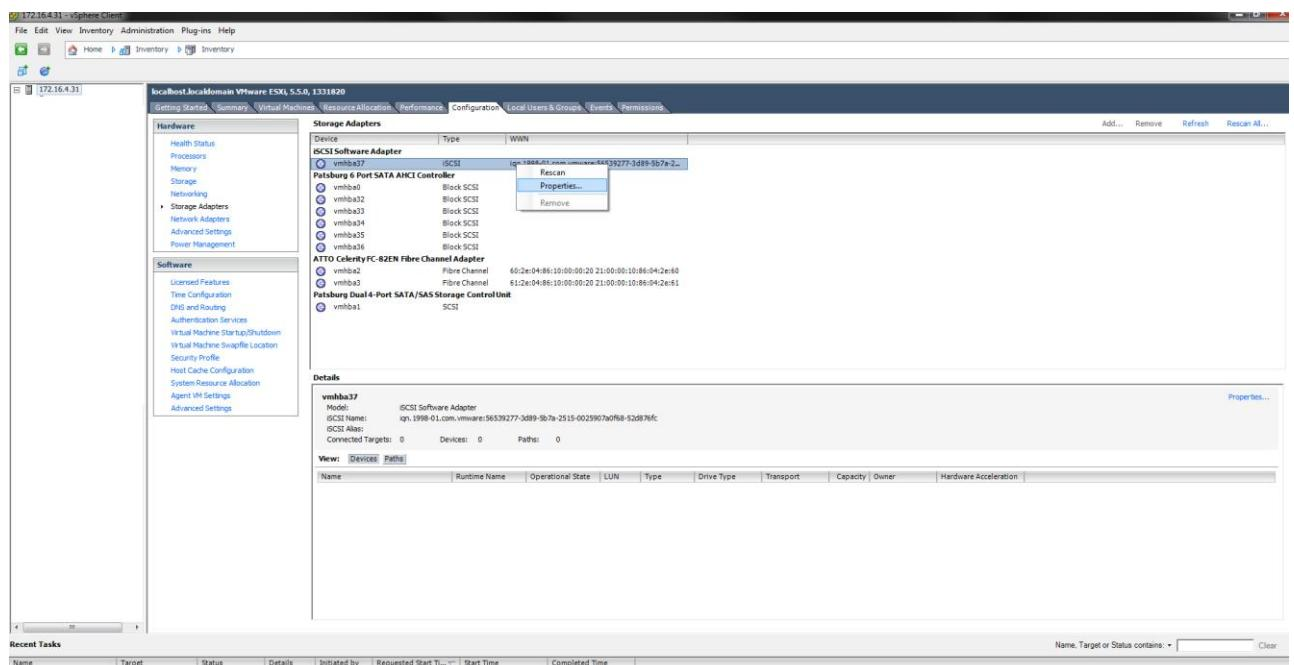
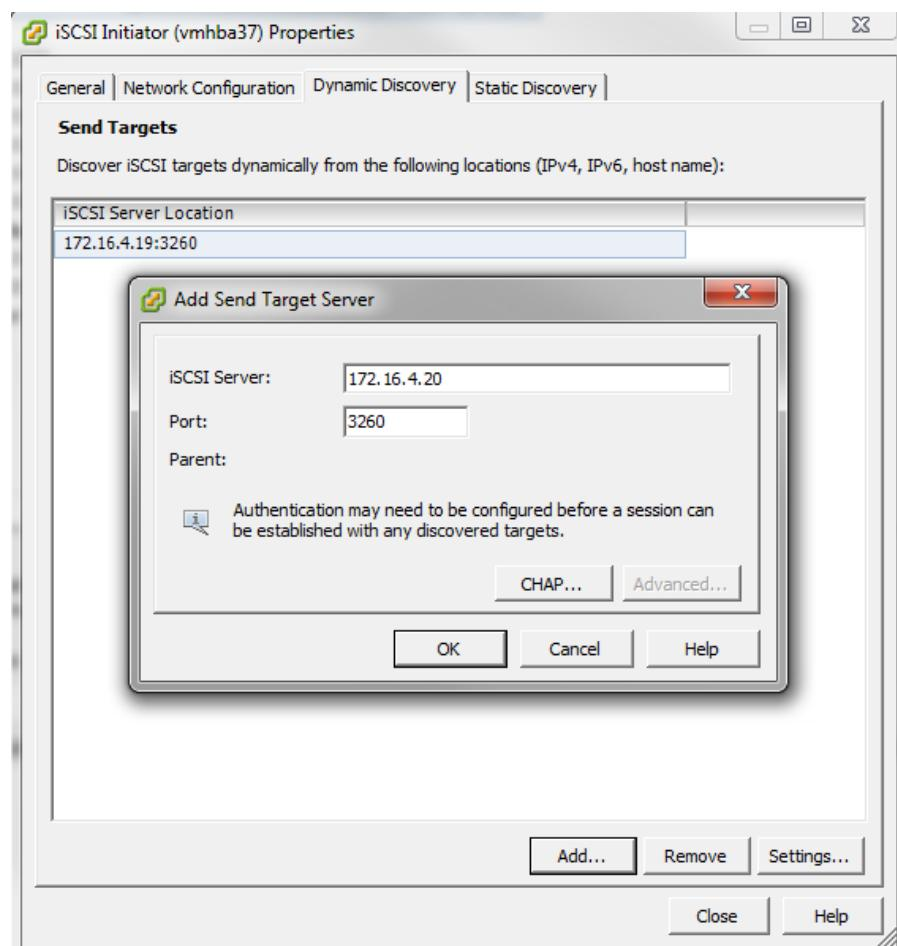

Рисунок 112 – Настройка доступа по протоколу iSCSI в VMware ESXi
Рисунок 113 – Подключение к iSCSI Targets в VMware ESXi
1. Перейдите на вкладку «**Configuration**» → «**Storage Adapters**» → «**iSCSI Software Adapters**» (см. Рисунок 112, Рисунок 113).